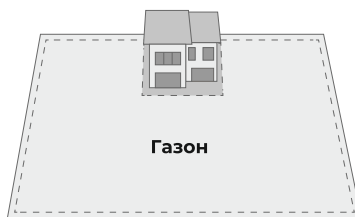

Рис. 4
3) Общая площадь газона составляет до 800 кв.м. (рис. 4)